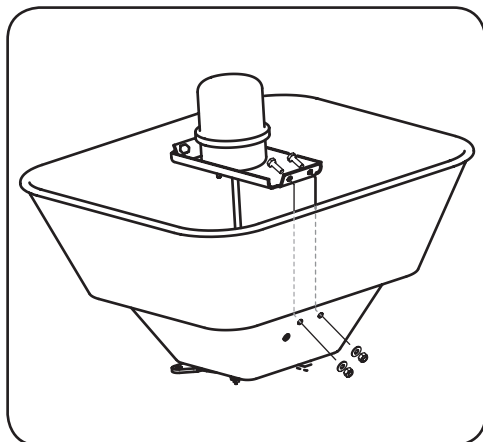

Figure 1-5
1. Installez l'ensemble du moteur sur la partie inférieure à l'intérieur de la trémie avec quatre boulons M6 x 20, quatre rondelles plates et quatre écrous autobloquants M6. Voir Figure 1-5.